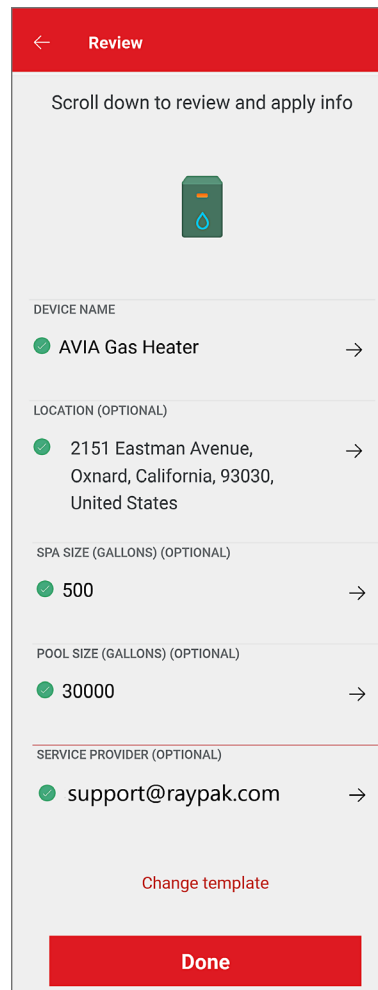

Figure 105. Revue de configuration
- Pendant la configuration de l'appareil, entrez les données signalétiques de l'appareil, y compris l'installateur, l'emplacement d'installation, la taille de la piscine et du spa. Voir **Figure 105**.